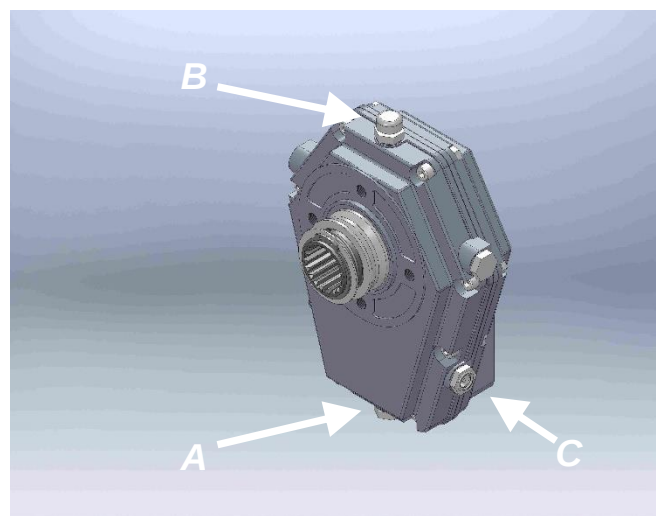

Figure 23B
- ☞ Le multiplicateur [Figure 23B] de l'option PDF utilise de l'huile à engrenage A.P.I. GL5 (SAE 80W90) ou de l'huile synthétique (SAE 75W90). Contenance : 0.350 litre.
Changez l'huile dans le multiplicateur [figure 23B] au début de chaque saison des semis ou d'application. Les changements de température durant la saison morte provoquent de la condensation sur les parois de la transmission, réduisant ainsi l'efficacité de la lubrification.
Pour vidanger l'huile, enlevez le bouchon de vidange [figure 23B, **A**] au bas du carter du
multiplicateur. Pour faciliter l'écoulement, enlevez le bouchon de remplissage [figure 23B, **B**]. Réinstallez le bouchon de vidange, puis remplissez le multiplicateur avec de l'huile à engrenage A.P.I. GL5 (SAE 80W90) ou de l'huile synthétique (SAE 75W90) jusqu'au niveau recommandé, environ 0,35 litres. Une fenêtre indique le niveau d'huile à froid [figure 23B, **C**]. Vérifiez le niveau d'huile à tous les jours, remplir au besoin.